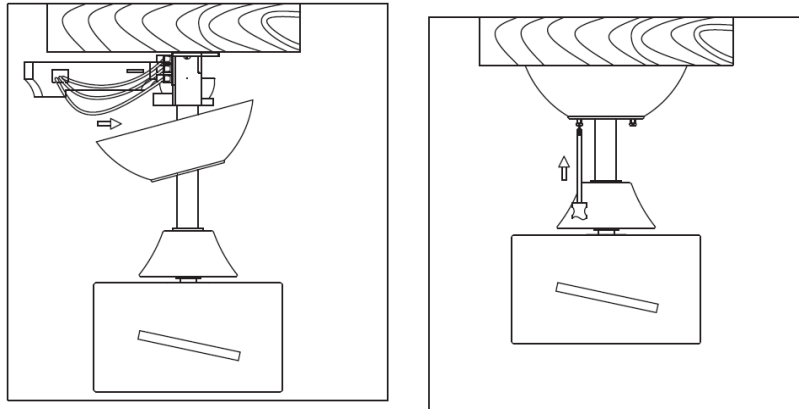

Afb. 9
4. Hang de complete ventilatoreenheid aan de montagebeugel. \("Hangen van de ventilator" sectie & afb. 9\)
### **OPHANGEN VAN DE VENTILATOR (afb. 9)**
Til de ventilatoreenheid op de montagebeugel. Zorg ervoor dat de gleuf (A) van de ophangkogel op de pen (B) van de montagebeugel (C) is geplaatst om te voorkomen dat de ventilator tijdens het gebruik tegendraait. (Afb.9)